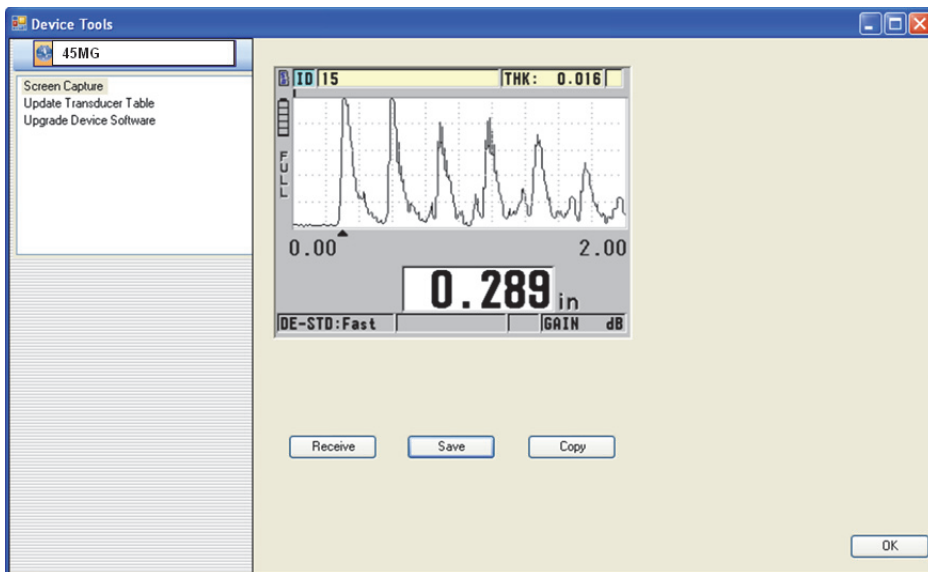

Рис. 11-5 Окно Device Tools с экранним снимком
- b) В окне **Device Tools** (см. Рис. 11-5 на стр. 213) выберите **Screen Capture** (Экранный снимок) и щелкните **Receive**. (Получить)